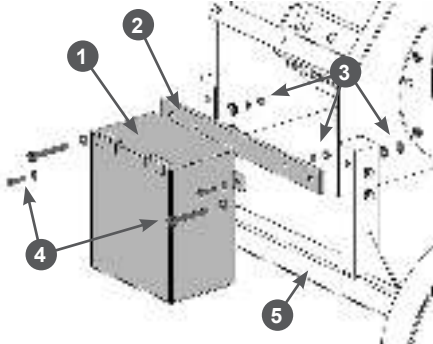

Рис. 10 Установка ящика для аккумулятора
- Установите ящик для аккумулятора. Сначала прикрепите пластину крепления ящика к кронштейну колёс. Совместите отверстия в пластине 2 и кронштейне 5, вставьте в отверстия болты M10x80 и закрутите гайки M10 (Рис. 10). После этого прикрепите ящик к пластине. Совместите отверстия в ящике 1 и пластине 2, вставьте в отверстия болты M8x25 и закрутите гайки M8 (Рис. 10).